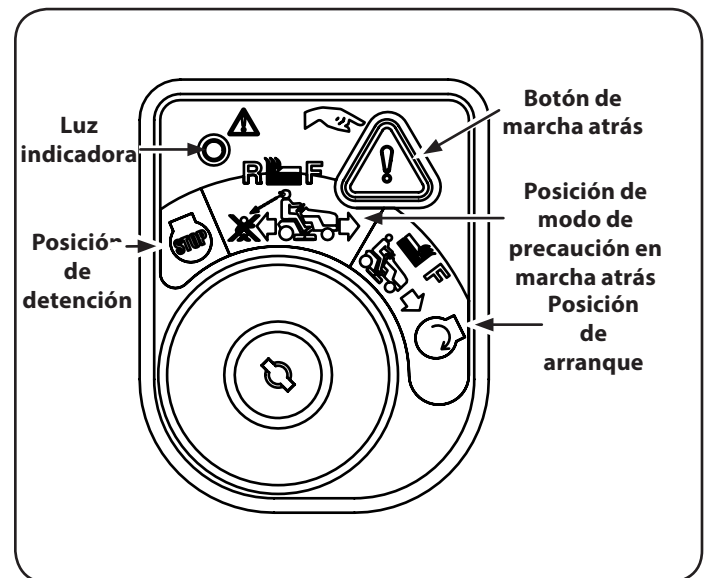

Figura 19
2. Gire la llave desde la posición de PODA NORMAL (verde) en la posición MODO DE PRECAUCIÓN EN MARCHA ATRÁS (amarillo) del módulo de interruptor de llave. Vea la Figura 19.
3. Pulse el botón MARCHA ATRÁS (naranja, botón triangular) en la esquina superior derecha del módulo de interruptor de llave. La luz indicadora roja en la esquina superior del módulo de interruptor de llave a la izquierda estará en ON mientras esté activado. Vea la Figura 19.